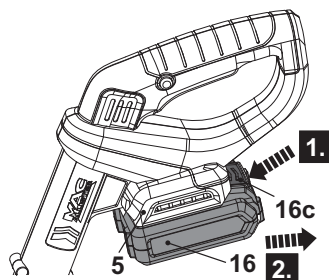

Fig. 5
2. Appuyez sur le bouton de déverrouillage (16c) et retirez le bloc-batterie (16) du port de connexion de la batterie (5) (Fig. 5).